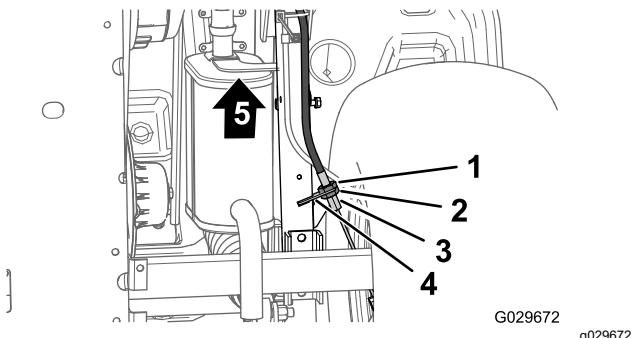

Bild 66
3. Lockern Sie an der Unterseite der Maschine die hintere Klemmmutter für den Gewindesteller des Feststellbremszugs um vier Umdrehungen (Bild 66).
4. Ziehen Sie die vordere Klemmmutter an (Bild 66).
- A. Lockern Sie die vordere Klemmmutter (Bild 66) für den Gewindesteller des Feststellbremszugs um eine Umdrehung.
- B. Ziehen Sie die hintere Klemmmutter an (Bild 66).
- A. Lockern Sie die hintere Klemmmutter (Bild 66) für den Gewindegelenkeinsteller des Feststellbremszugs um eine Umdrehung.
- B. Ziehen Sie die vordere Klemmmutter an (Bild 66).